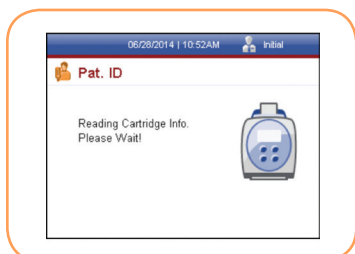

FIGURA 41
3. Cierre la bandeja. Una pantalla indicará al usuario que la lectura del cartucho está en curso (Figura 41).